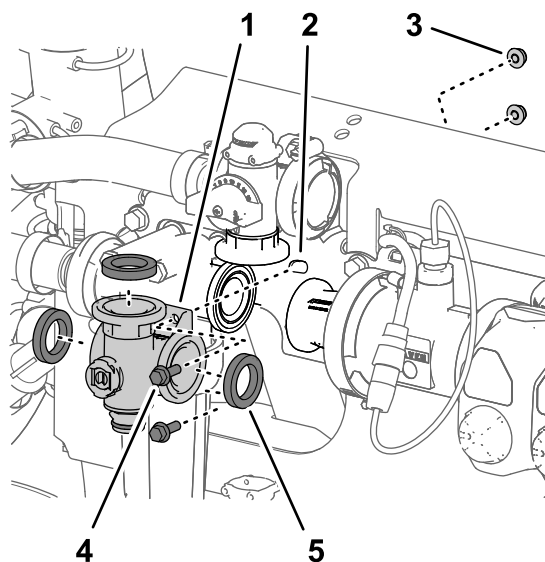

Figure 111
- Retirez les 2 boulons à embase ($\frac{1}{4} \times \frac{3}{4}$ po) et les 2 contre-écrous à embase ($\frac{1}{4}$ po) qui fixent le collecteur de vanne d'agitation au support de vanne (Figure 111).
- Déposez le collecteur de vanne d'agitation et les joints de la machine (Figure 111).